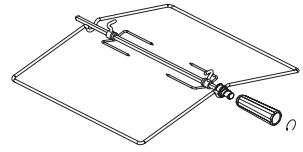
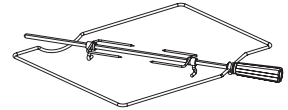

рис. 10
рис. 11
■ Плиты комплектуются вертелом со съемной рукояткой (рис.10). В зависимости от комфортности, плиты могут комплектоваться вертелами другого исполнения (рис.11). При установке и извлечении использовать рукоятку, которая накручивается на резьбовую втулку.